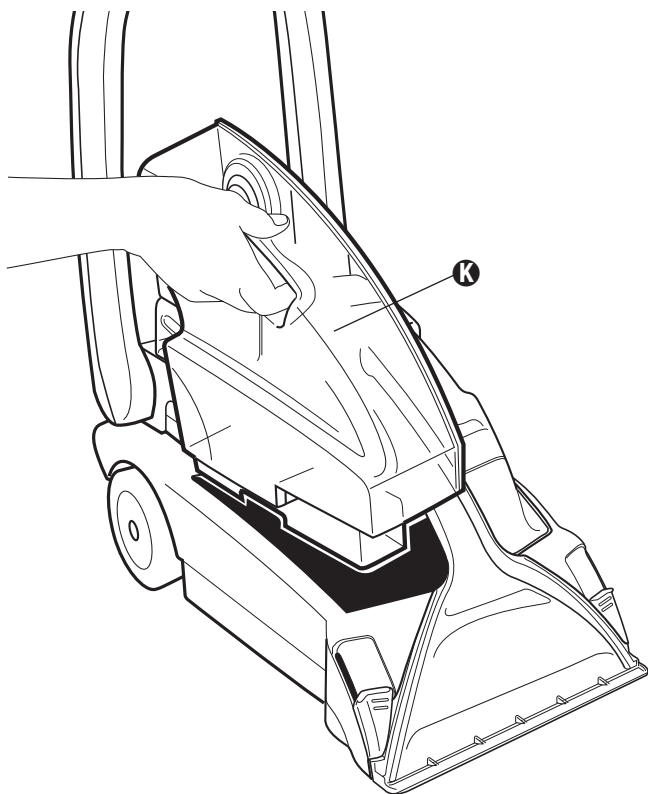

FIG. 2
Step 2: Fill Clean Water Tank **K** (Fig. 2).
Étape 2 : Remplir le réservoir ❷ (Fig. 2).
Paso 2: Llene el tanque para agua limpia ❷ (Fig. 2).